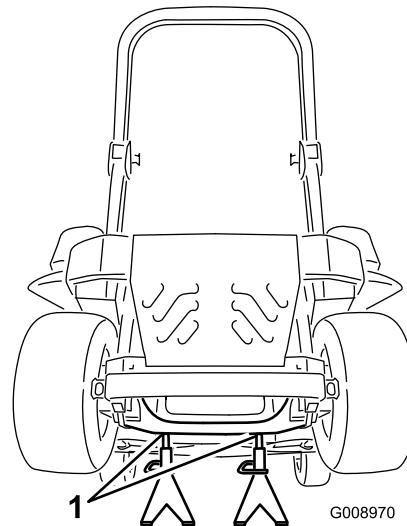

Figure 93
3. Soulevez la machine sur des chandelles (Figure 93).
- 9. Retirez les chandelles et abaissez la machine (Figure 93).